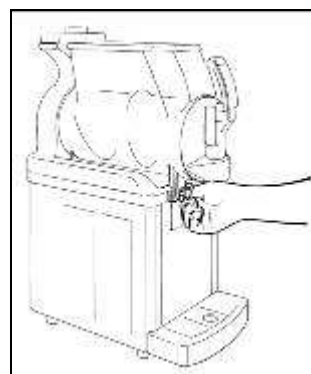

Fig. 5
- **D**estornille y extraiga los pomos (fig.5).